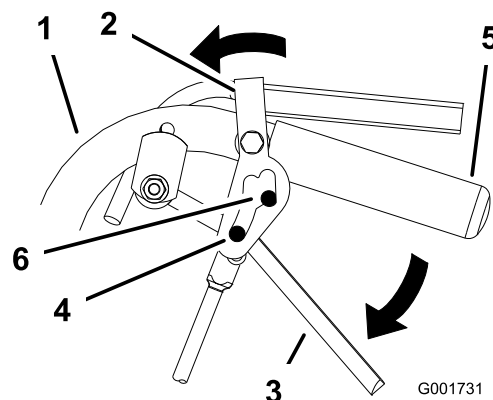

Figure 8
2. Placez les pouces sur la partie supérieure des verrous et déplacez-les en avant jusqu'à ce que les ergots soient engagés dans le cran avant (Figure 8).